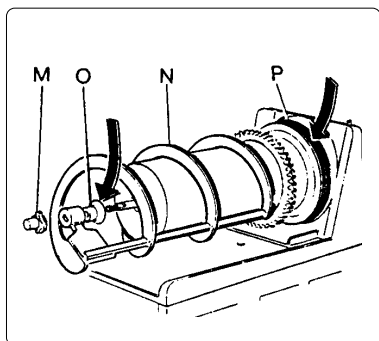

Fig. 16
- f) Proceder al montaje del grupo de mezclado ateniéndose a las siguientes operaciones (ver fig. 16):
- es indispensable espalmar en la guarnición (O) vaselina para facilitar el deslizamiento y la estanqueidad,
- volver a montar la guarnición (P);
- volver a montar la espiral rascadora (N);
- fijar todos los componentes atornillando el pomelo (M) en sentido contrario a las agujas del reloj.